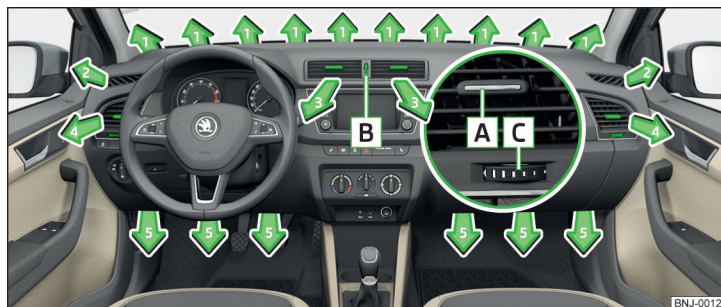

Bild 119 Luftmunstycken
Vid luftmunstyckena **3** och **4** » bild 119 kan luftflödesriktningen förändras och de enskilda munstyckena kan även öppnas och stängas.
- » Vrid de horisontella lamellerna **A** » bild 119 uppåt eller nedåt med hjälp av det skjutbara reglaget för att ändra på luftflödets höjd.
- » Vrid reglaget **B** uppåt » bild 119.
- » Vrid reglaget **B** nedåt » bild 119.
Ställa in riktningen på luftflödet	Aktiva luftmunstycken » bild 119